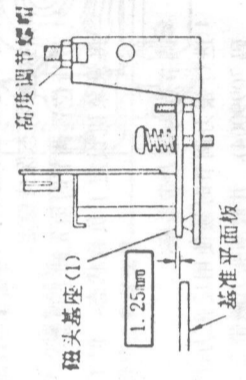

图 56
③ 高度调节螺钉: 设定使基准平面板和磁头基座(1)之间的间隙近似 1.25mm, 如图 56 所示;
④ 卸下调节夹具, 装上空白磁带并设定录象机为放演状态;